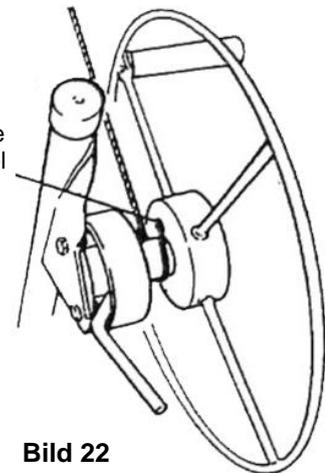

Bild 22
3. Führen Sie das lose Ende des Kabels unter und um die Nabe der Winde und anschließend durch das Loch in der Windentrommel (**Bild 22**).